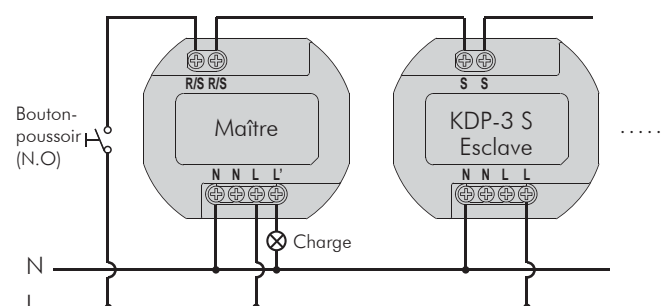
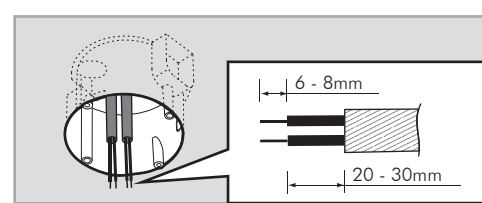

FIG. 5
FIG. 7
Utilisation du détecteur maître / esclave (vous pouvez connecter un nombre maximum de 10 détecteurs esclaves au terminal R/S du détecteur maître) (Voir FIG.5).
- 3.4.1.2 Retirez les câbles d'alimentation CA de la boîte de jonction de norme européenne (Voir FIG.7), dénez la gaine du câble sur environ 6 à 8 mm pour câblage (Voir FIG.5).
- 3.4.2.3 Veuillez vous référer à l'illustration de la FIG.5 pour effectuer le câblage approprié et vissez ensuite le KDP3/5 fermement.